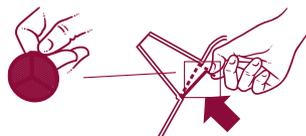

Fig. 2
- Fjern kalkfilteret ved at presse med lang genstand (ikke spids!) indad gennem hullet i hældetuden, indtil filteret fjernes fra det respektive sæde (fig. 2).